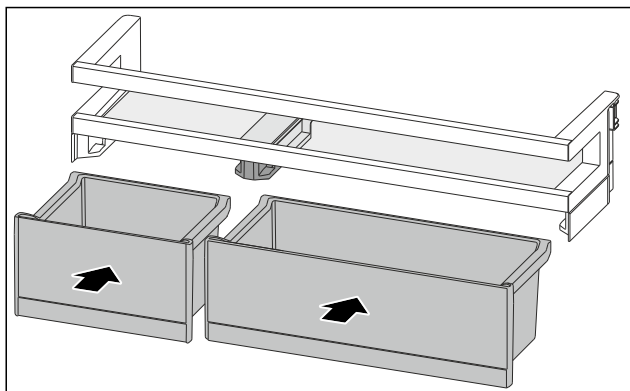

Fig. 153
- Sätt in VarioBoxarna i ombytt ordning. (se Fig. 153)